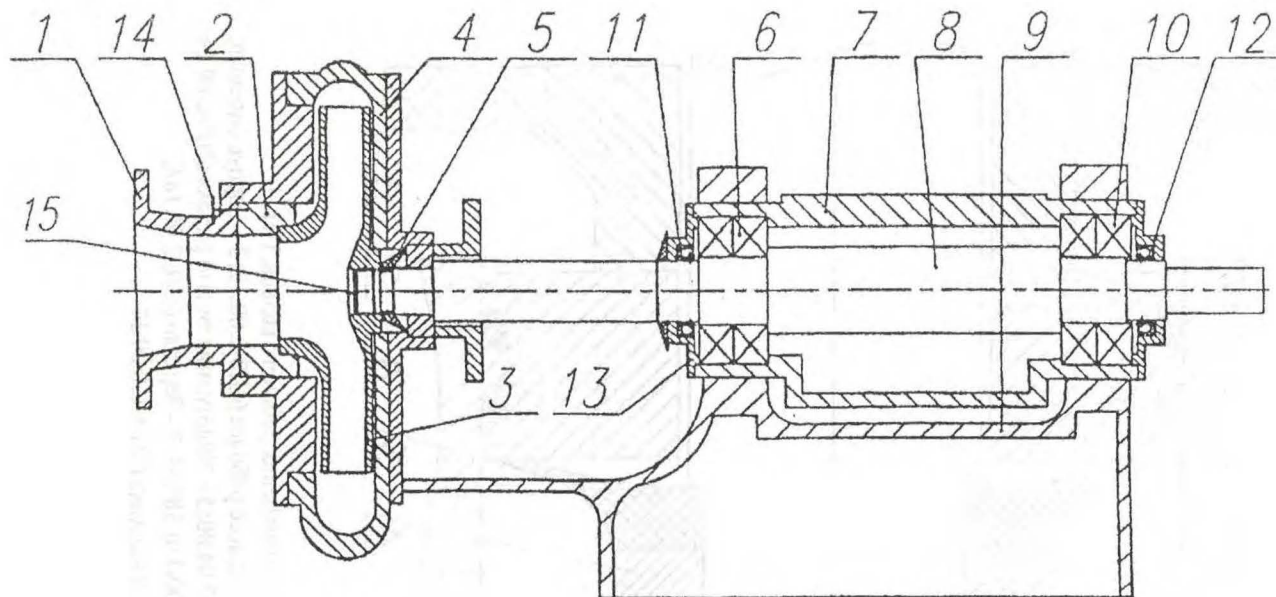

Рис. 3.1.
- 20.4 Зафиксируйте вал насоса от проворачивания, вставив в пазы полумуфты приспособление. Отверните гайку крепления рабочего колеса, снимите рабочее колесо 3 (шпоночное соединение). В резьбовом варианте соединения рабочего колеса с валом (резьба М45), зафиксировать монтажку между лопастей входного отверстия колеса 9 и отвернуть его (рис.3.1).